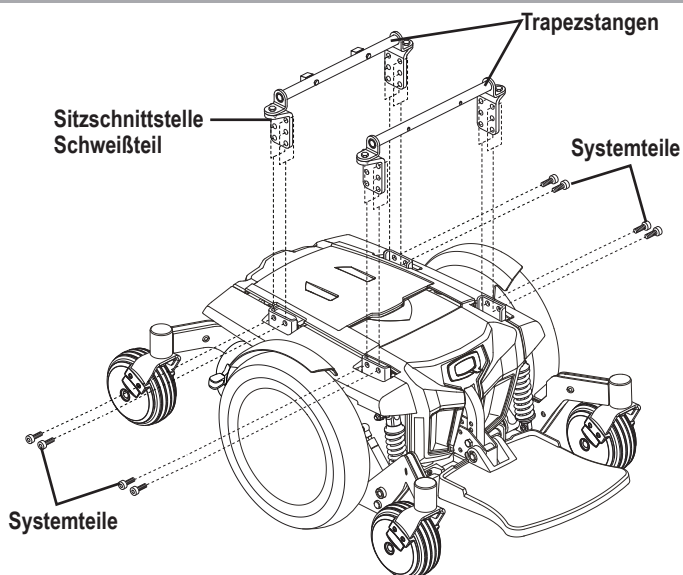

Bild 14. Sitzhöhen- und Winkelverstellung
7. Entfernen Sie die Verbindungen zwischen Trapezstangen und Sitzschnittstelle. **Siehe Bild 14.**